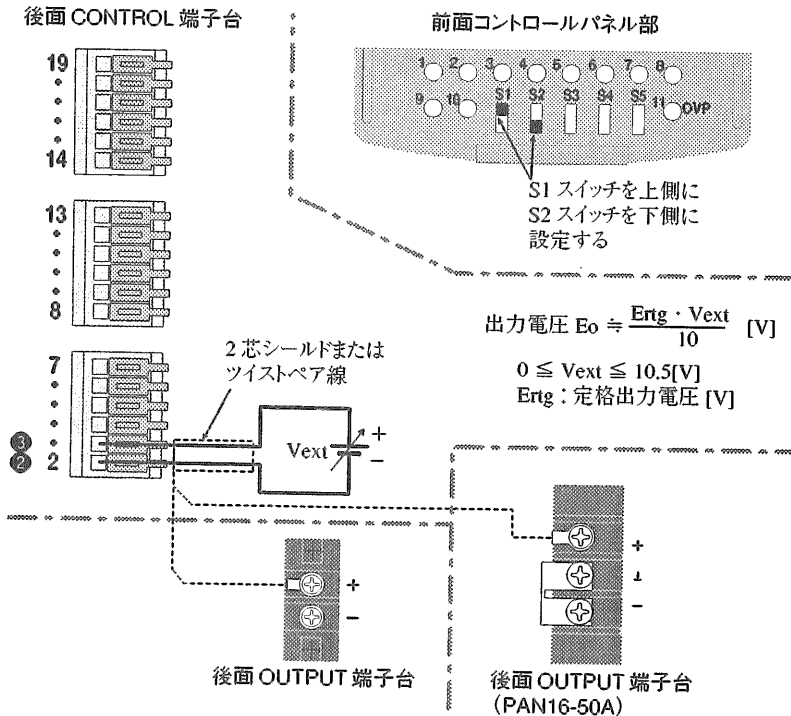

図 3-7A 外部電圧による出力電圧コントロールの接続と設定
- ④ コントロールスイッチ S1 と S2 を図 3-7A のように設定します。
- ⑤ コントロール端子の②と③間に電圧源を図 3-7A のように接続します。